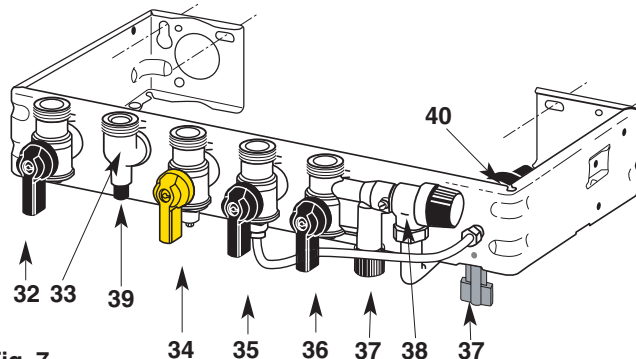

Fig. 7
Souape de sécurité et disconnecteur (fig. 7)
- ouvrir les 2 robinets de remplissage et d'isolement **37** (fig. 7) ;